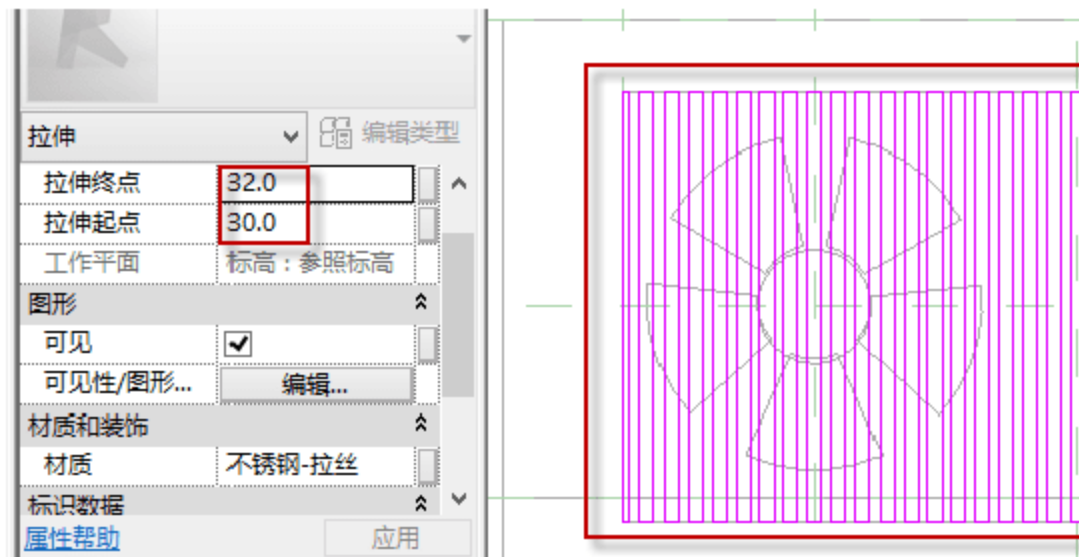

图 8.2.31 隔板平面
(9) 隔板是长度为 900mm,宽度为 30mm,厚度为 1.5mm 的板,其间隔为 20mm。返回到“楼层平面-参照标高”平面,按快捷键 C+O 和 M+M 绘制参考线。选择“创建”→“拉伸”→“矩形框”命令,绘制图框,在“属性”面板中编辑“拉伸起点”和“拉伸终点”的数值(30, 32),然后单击√按钮,如图 8.2.31 所示。